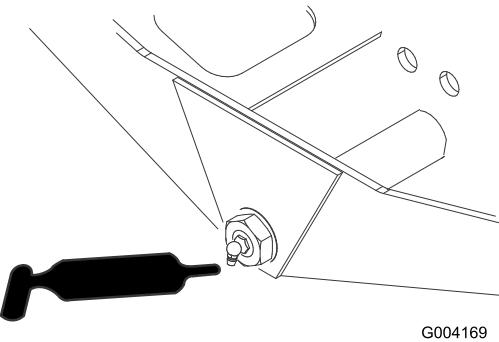

Figura 49
- Articulação do direção do eixo (1 cada) (Figura 49)